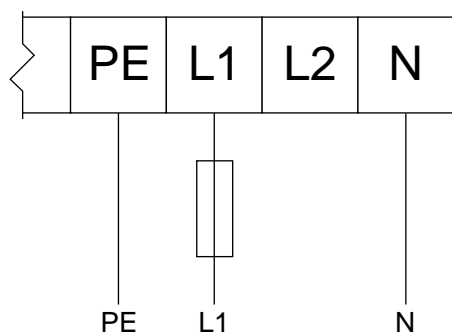

Figure 8 120 V AC 1-fas Ingång/240 V AC 3-fas Utgång
6. Anslut strömförsörjningskablarna till effektuttagen i VFD-boxen. Se tabell 1 : Huvudströmanslutningar på VFD-boxen, page 22 och fig. 8–12, beroende på vad som är tillämpligt för ditt system.